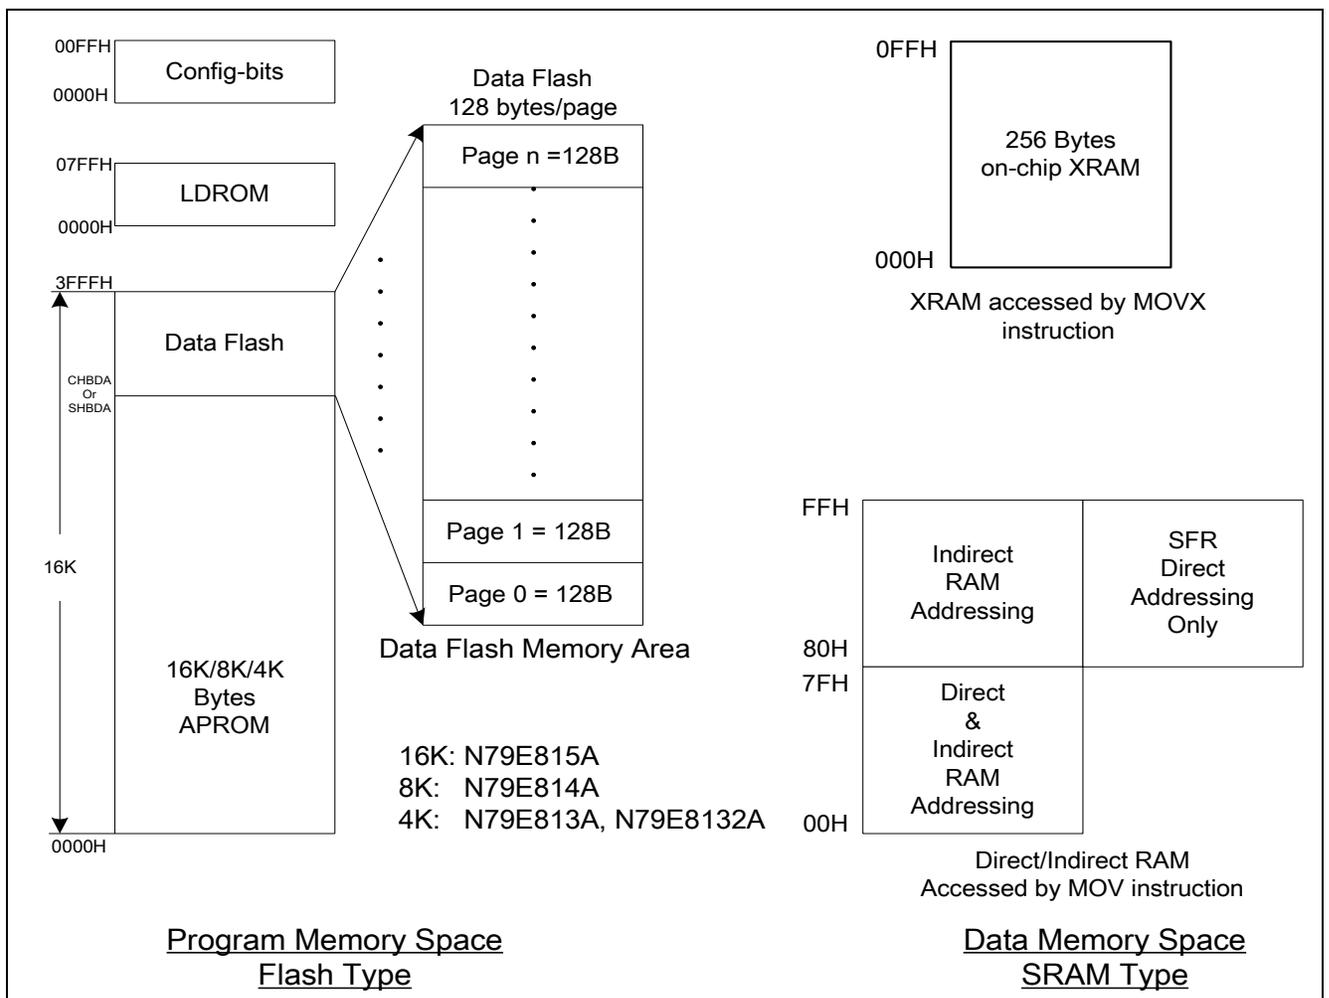

图6-1 N79E815A/814A/8132A 内存结构图
**N79E815**系列提供片上256字节辅助RAM区域（XRAM）以扩展RAM 空间。地址空间从00H 到 FFH。XRAM 的256字节可以由MOVX @DPTR 或 MOVX @Ri 间接访问。(参见下面的例程) 注意堆栈指针不能在XRAM上。图 6-1 所示该系列产品的内存图